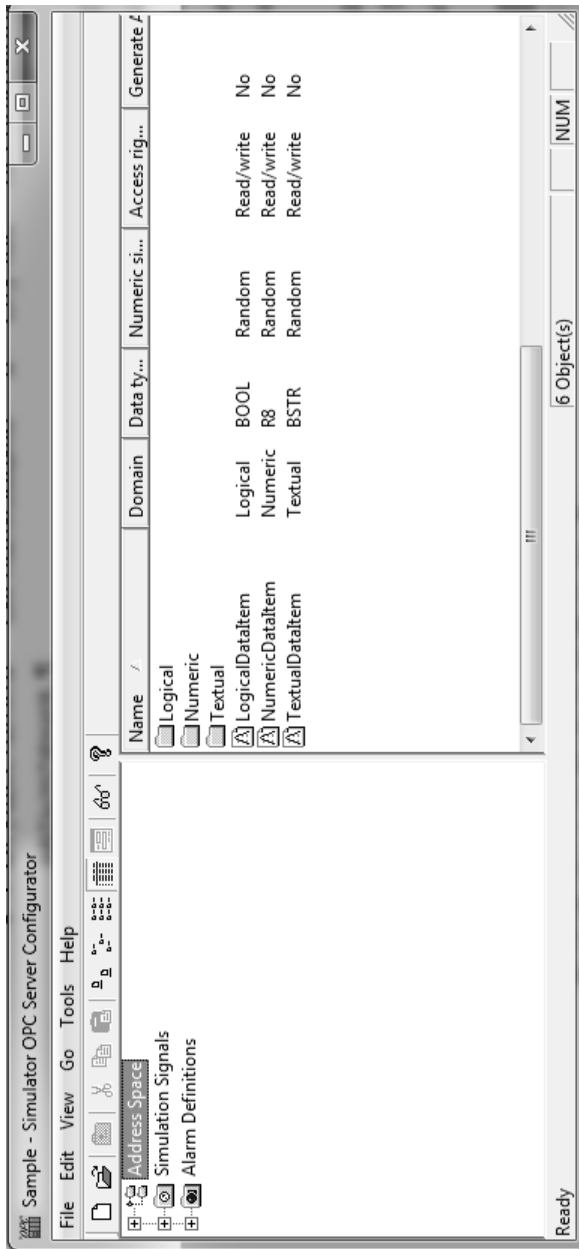

Рис. 2.12. Стартовое окно конфигуратора OPC-сервера Iconics
1. Запустим конфигуратор OPC-сервера. В результате появится стартовое окно конфигуратора (рис. 2.12).